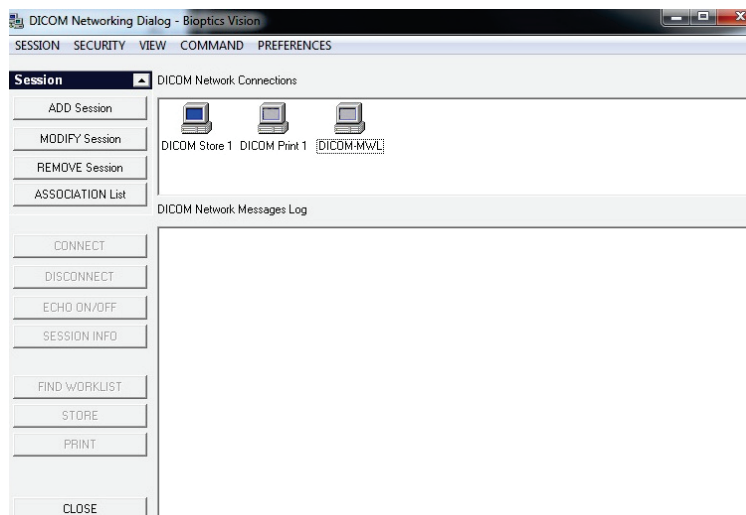

Figura 6.7.5
Facendo clic sul pulsante **DICOM Servers** (Server DICOM), si apre la finestra di dialogo DICOM Networking, dove è possibile aggiungere, modificare o cancellare i server DICOM. Vedere la Figura 6.7.5.
Lo scopo della “Funzione” DICOM è quello di consentire la creazione (aggiunta) di una Sessione/Connessione che permette di utilizzare un “dispositivo” DICOM/PACS solo per una particolare categoria di funzioni, come configurata dall’utente. Una volta configurata, quando si visualizza o si utilizza la finestra di dialogo “DICOM Networking” (vedere figura 6.7.5), solo l’icona che corrisponde alla funzione scelta sarà “attiva e accesa”. Cioè, viene visualizzata in blu e non in grigio. Ad esempio, nella figura 6.7.5 sono presenti tre (3) icone che rappresentano, nell’ordine: un Archivio PACS (*DICOM Store 1*), una Stampa PACS (*DICOM Print 1*) e una Modalità Worklist (*DICOM-MWL*). Poiché l’icona **DICOM Store** (Archivio DICOM) è stata scelta in precedenza, è l’unica attiva (schermata blu). Funziona allo stesso modo anche per gli altri modalità.